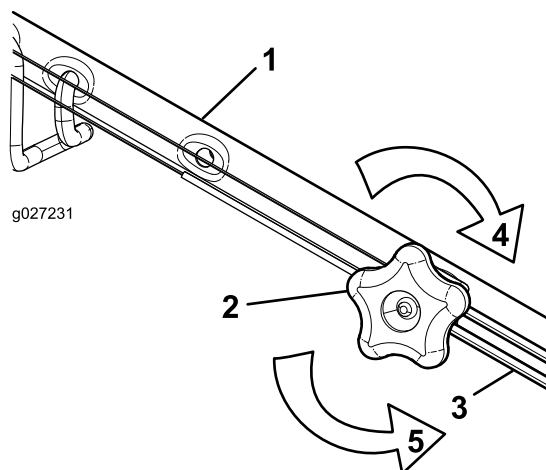

Figura 27
1. Gire el pomo de ajuste en sentido antihorario para aflojar el cable (Figura 27).
2. Ajuste la tensión del cable (Figura 27) tirando del mismo hacia atrás o empujándolo hacia adelante, y manténgalo en esa posición.